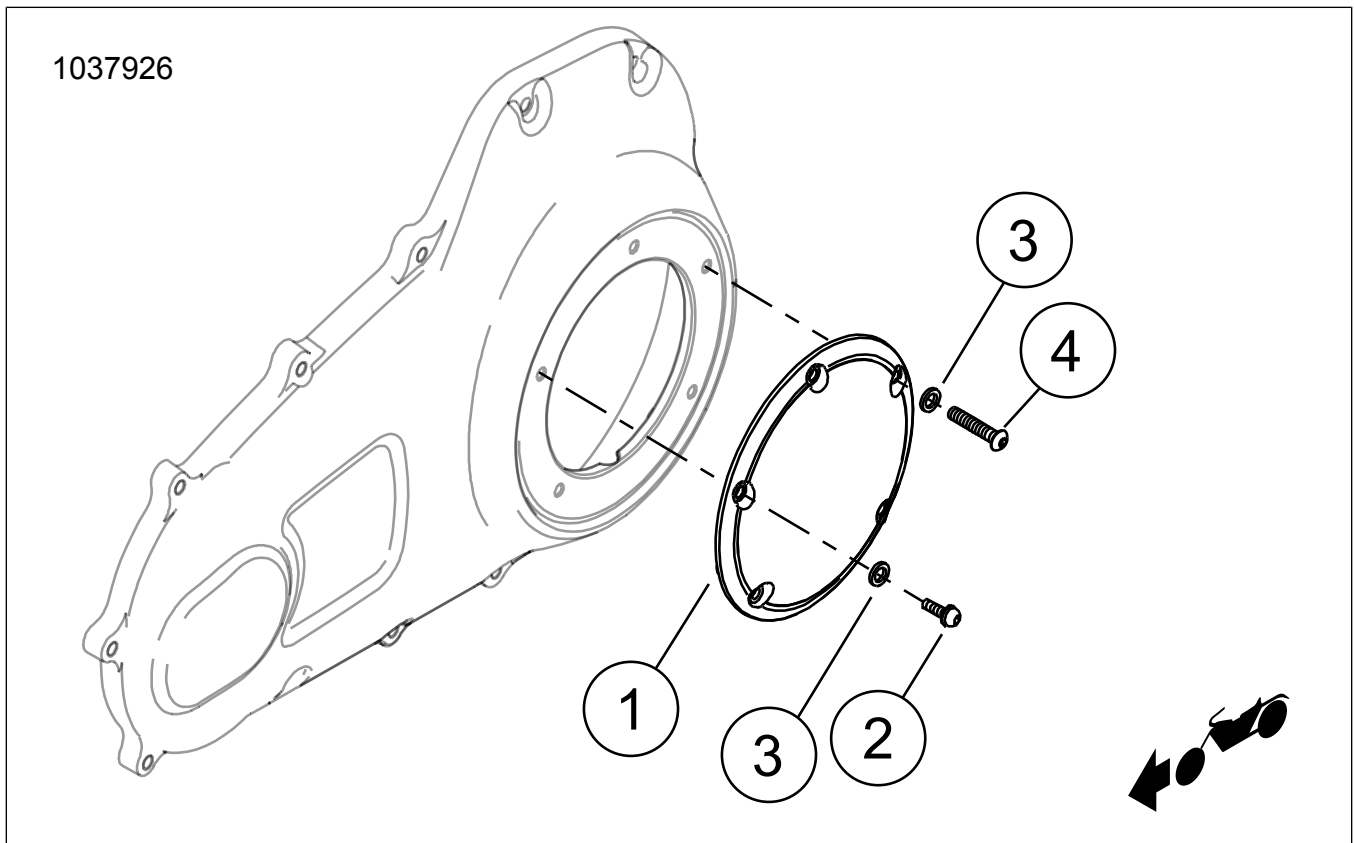

Abbildung 1. Inhalt des Satzes: Komponenten des Kupplungsinspektionsdeckels
1. **Sätze: 25338-99B, 25700435, 25700436, 25700446, 25700469, 25700471, 25700472, 25700473, 25700474, 25700476, 25700505, 25700740, 25700843, 25700844, 25700887, 25700888, 25700987, 25700988, 25701020, 25701022, 25701057, 25701059, 25701086, 25701169, 25701171, 25701403, 25701404, 25701519, 25701536:** Den neuen Derby Deckel (1), den O-Ring und die neuen Schrauben (2) und Unterlegscheiben (3) einbauen.
2. **Sätze: 25700434, 25700437, 25700477, 25562-09, 25701173, 25701454, 25701480, 25701517, 25701518, 25701520, 25701537, 25701551, 25701573, 25701574:** Den neuen Derby Deckel (1), den O-Ring und die Original-Schrauben (2) mit unverlierbaren Unterlegscheiben einbauen.
3. **Sätze: 25700571, 25700572, 25700573, 25700703, 25700704, 25700705:** Den neuen Derby Deckel (1), den O-Ring und die neuen Schrauben (2) und Unterlegscheiben (3) einbauen. Beachten, dass eine Schraube (4) länger ist und sich in der Zwei-Uhr-Position auf dem Kupplungsinspektionsdeckel befindet, wie in Abbildung 1 gezeigt.
4. **Sätze: 25700515, 25700768, 25700822, 25700825, 25700826:** Den neuen Derby Deckel (1) und die neuen Schrauben (2) gemäß Abbildung 1 einbauen. Mit diesem Satz werden keine Unterlegscheiben verwendet.